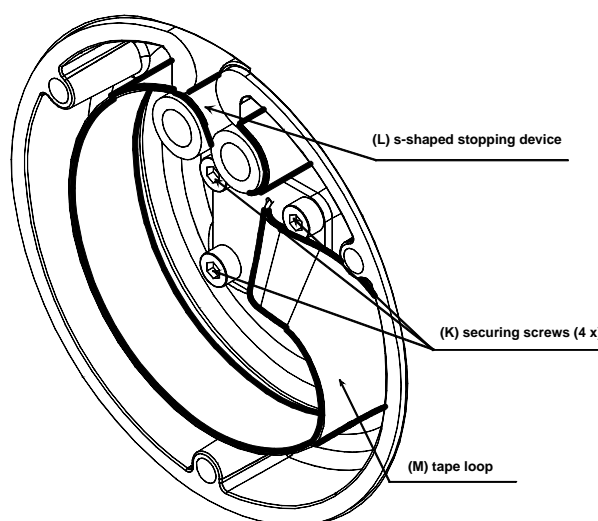

Figure 7-7
- Avec la clé Allen de 2.5 dévisser les 4 vis (K) du porte-flasque, comme indiqué sur la Figure 7-7.
- Faire une boucle (M) et un S (L) avec le ruban comme indiqué sur la Figure 7-7.
- Placer les joints et flasques montés sur le ruban au centre de l'axe, les tenir en position avec le porte-flasque; fixer les 4 vis (K) (Figure 7-7) du porte-flasque sans les bloquer.